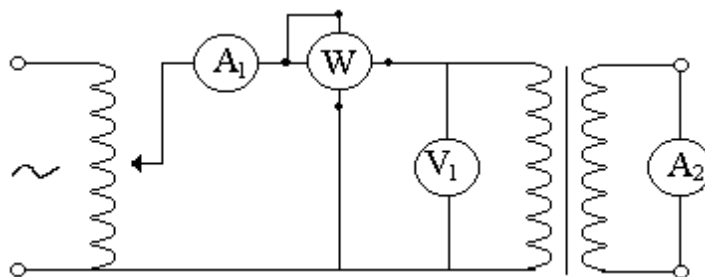

Рис. 2.
замыкания трансформатора, т.е. при коротком замыкании вторичной обмотки, с помощью однофазного ваттметра, включенного в цепь первичной обмотки трансформатора (рис. 2).
4. Соберите электрическую цепь по схеме, изображенной на рис. 2, для исследования режима короткого замыкания трансформатора.